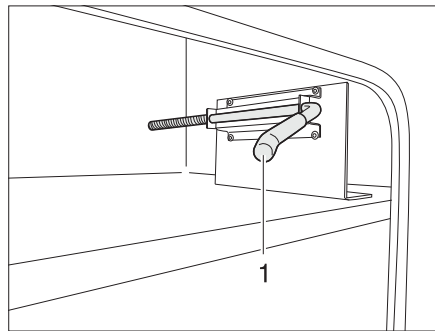

Bild 54 Sicherungshaken Außenklappe, Ausgangsposition
- Den Sicherungshaken (Bild 54,1) mit der anderen Hand herausziehen.
- Den Sicherungshaken vorsichtig in die Ausgangsposition (Bild 54,1) zurückschieben.